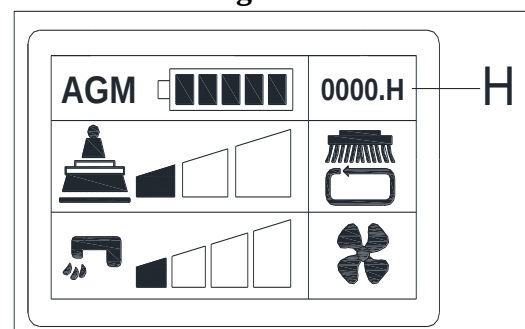

Figura 27
2. Pulse el interruptor (35, Figura 2), el medidor de horas empieza a trabajar indicando, al mismo tiempo, el número total de horas de funcionamiento (H, Figura 27) en la pantalla de visualización.
3. Suelte el interruptor (35).
4. Coloque la llave de encendido (42) en la posición «0».